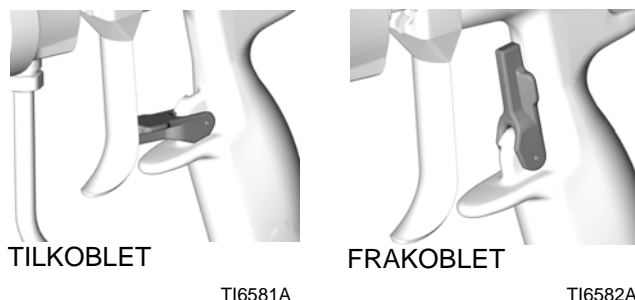

FIG. 12
1. Sett på avtrekkerlåsen. Se FIG. 12.
4. Frigjør avtrekkerlåsen. Se FIG. 12.
7. Sett på avtrekkerlåsen. Se FIG. 12.